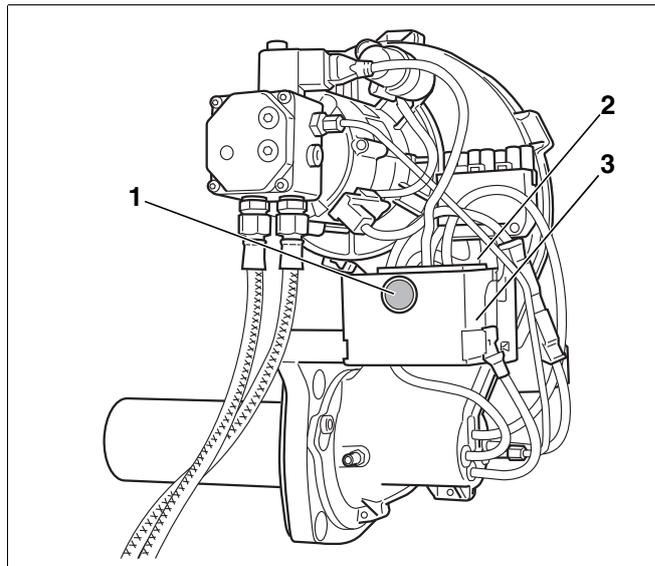

Рис. 16 Кнопка подавления помех и сигнальная лампа
- Выпускайте воздух из системы с помощью встроенного топливного насоса без повторного нажатия кнопки подавления помех (Рис. 16, поз. 1).
- Нажимать на кнопку подавления помех (Рис. 16, поз. 1) более 1 секунды. Примерно через пять секунд горелка перейдет в пусковой или рабочий режим (см. таб. 10, "Показание рабочего состояния горелки на многоцветном светодиоде.", стр. 18).
- Нажмите кнопку подавления помех (Рис. 16, поз. 1, стр. 22).